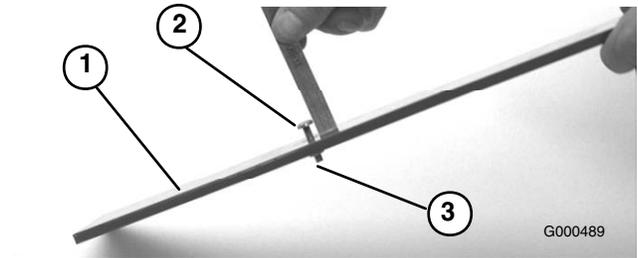

Figura 52
4. Afloje la tuerca de la barra de ajuste (Figura 52) y ajuste el tornillo para la altura de corte deseada. La distancia entre la parte inferior de